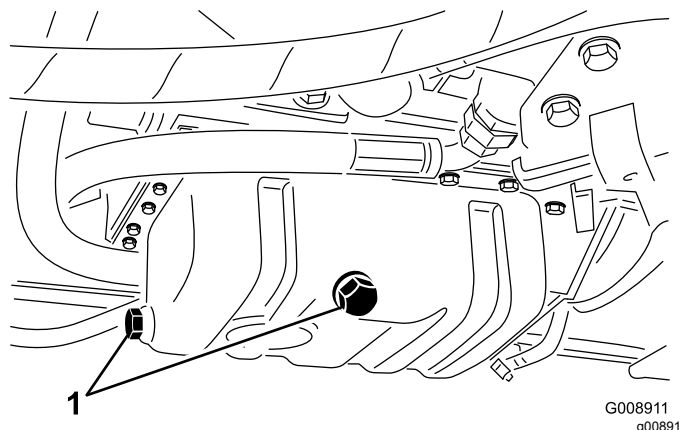

Figure 35
1. Retirez le bouchon de vidange (Figure 35) et laissez couler l'huile dans un bac de vidange.